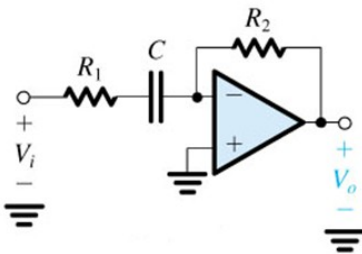

Fig. 2
2) Projete um filtro passa-altas (PA) de 1ª ordem, utilizando o circuito RC com AMPOP ideal mostrado na Fig.2, com as seguintes especificações: frequência de corte inferior  $\omega_0=10^3$  rad/s, módulo da impedância de entrada  $|Z_i|=10\text{k}\Omega$  e ganho para altas frequências (quando frequência tende ao  $\infty$ ) igual a 10. Obter a função de transferência do filtro  $H(s)=V_o(s)/V_i(s)$ .